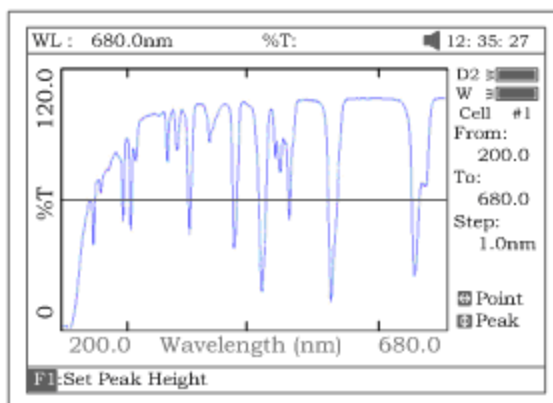

Рисунок 49
6. Нажмите клавишу **[F3]** для поиска значения Abs/%T, полученного в результате сканирования. Существуют два способа для выполнения поиска (рис.49).